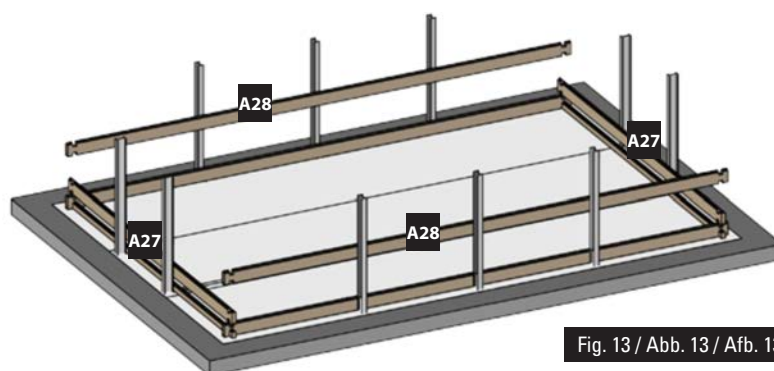

Fig. 13 / Abb. 13 / Afb. 13
- EN 2nd LAYER OF BOARDS:** • Install the second layer of boards as shown in figure 13. • There is a wooden wedge in the structure packet to correctly assemble the boards. • Never directly hit against the boards. You would damage the pegs and would weaken the structure. Do not hit them with anything metallic. This would inevitably damage the wood. • Try to correctly assemble the boards right from the start. There should not be any space between each layer of boards to avoid maladjustment of the higher boards.
- FR 2ÈME RANGÉE DE MADRIERS :** • Positionnez les madriers de la deuxième rangée conformément à la figure 13. • De manière à emboîter correctement les madriers, une cale en bois est à votre disposition dans le colis de structure. • Ne pas taper directement sur les madriers. Cela abîmerait les languettes et nuirait à la solidité de la structure. • Ne pas frapper avec une pièce métallique. Cela détériorerait le madrier irrémédiablement. • Veillez à emboîter bien à fond les madriers dès le départ. Il ne doit pas y avoir d'espace entre chaque rangée pour éviter un décalage au niveau des madriers supérieurs.
- DE 2. BRETTERREIHE:** • Platzieren Sie die Bretter der zweiten Reihe laut Abb. 13. • Um die Bretter richtig anbringen zu können, finden Sie einen Holzkeil im Paket des Tragwerks. • Nicht direkt auf die Bretter klopfen. Das würde die Zapfen und die Festigkeit des Tragwerks beschädigen. • Nicht mit einem Metallteil darauf klopfen. Es würde das Holz unabänderlich beschädigen. • Versuchen Sie, die Bretter von Anfang an tiefgehend ineinander zu fügen. Zwischen den Reihen darf kein Platz sein, um eine Fehlanpassung der oberen Bretter zu vermeiden.
- NL 2ª RIJ PLANKEN:** • Plaats de planken van de tweede rij zoals aangegeven op afbeelding 13. • Om de planken correct te assembleren, zit er een houten wig in het pakket van het frame. • Sla niet direct op de planken. Daardoor gaan het profiel kapot en wordt de stevigheid van het frame ondermijnd. • Sla er niet direct op met metaal. Hierdoor raakt het hout onherstelbaar beschadigd. • Zorg ervoor dat de planken vanaf het begin stevig op elkaar aansluiten. Er mag geen ruimte tussen de rijen overblijven, om te voorkomen dat de bovenste houtdelen onregelmatig uitkomen.